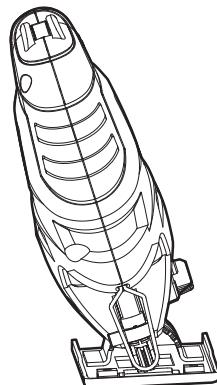

РИС.5
2. Для установки требуемого угла переместите основание вперед и наклоните его соответствующим образом. Угол может составлять от 0° до 45° (влево и вправо). (см. рис. 5)